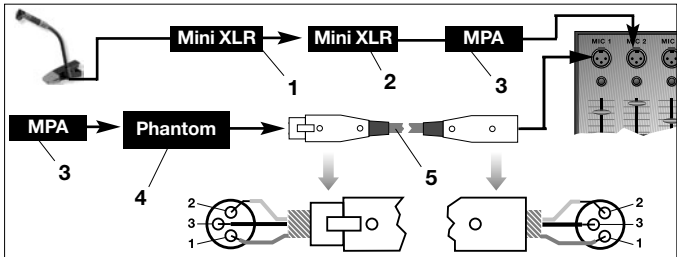

Fig. 4: Esquema de conexión con MPA III L
2.3.2 Conexión mediante el MPA III L Ver Fig. 4.